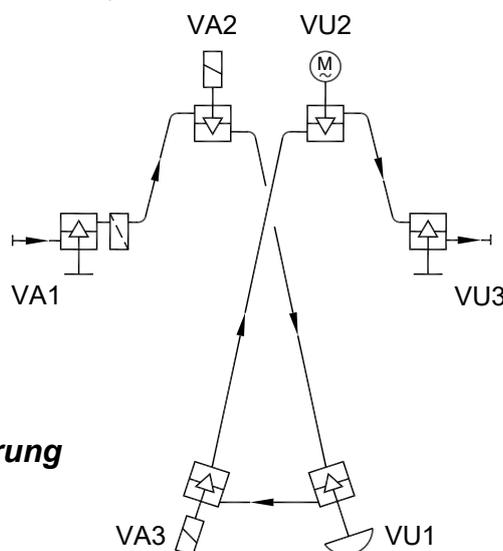

Abb. 4: 185 Verrohrung
3. Gegebenenfalls kontrollieren, ob die Regel- oder Steuerglieder auch entsprechend der Abb. 4, (unten) richtig in VA- oder VU-Anschlüsse eingesetzt sind.